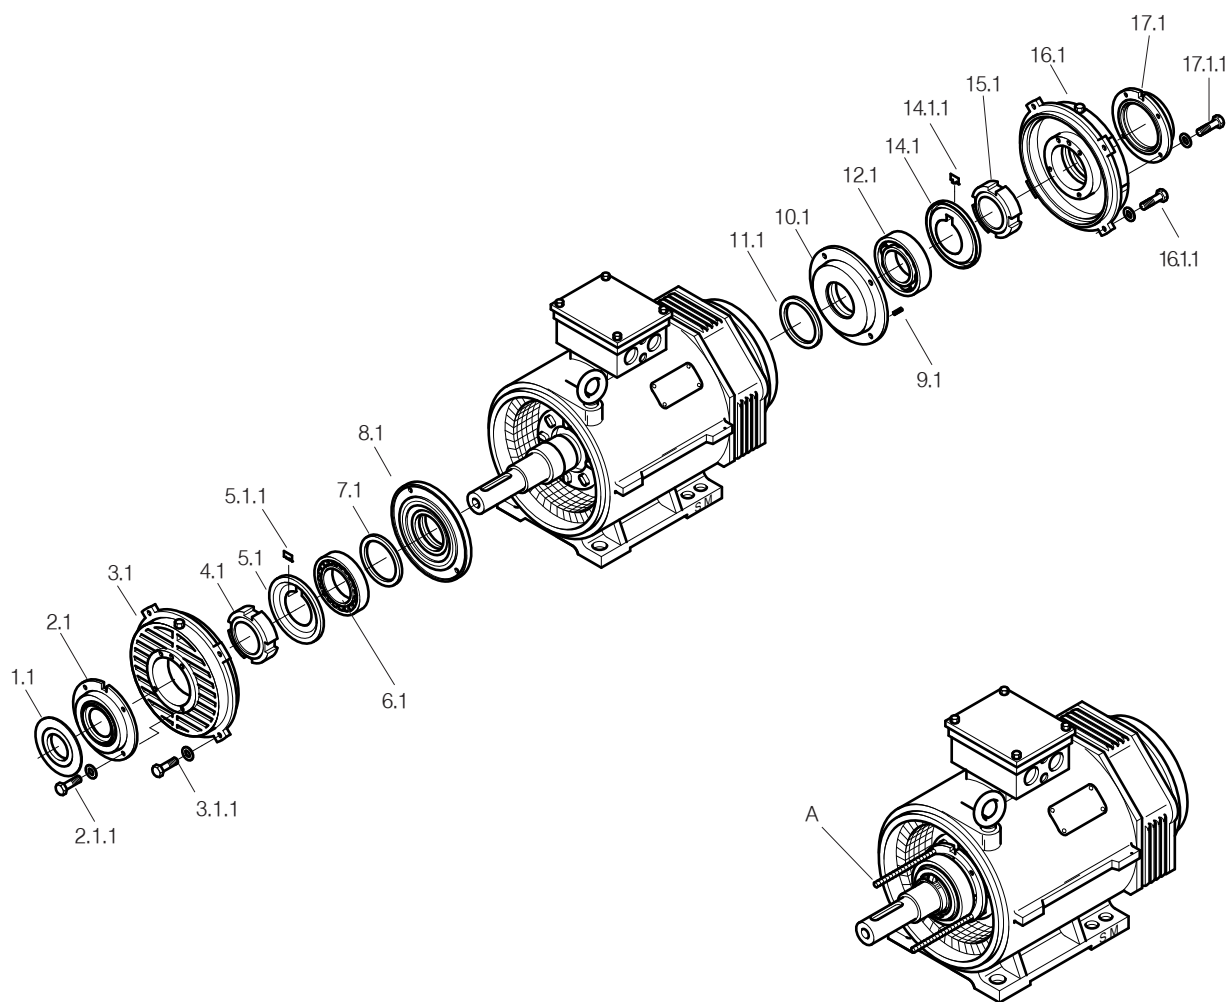

Рис. 15: Замена подшипников с высотой оси АН355+400
5.6.2 Монтаж ведущего и противоположного радиального шарикоподшипника (рис. 15) (ведущий роликподшипник с цилиндрическими роликами см. 5.6.4).